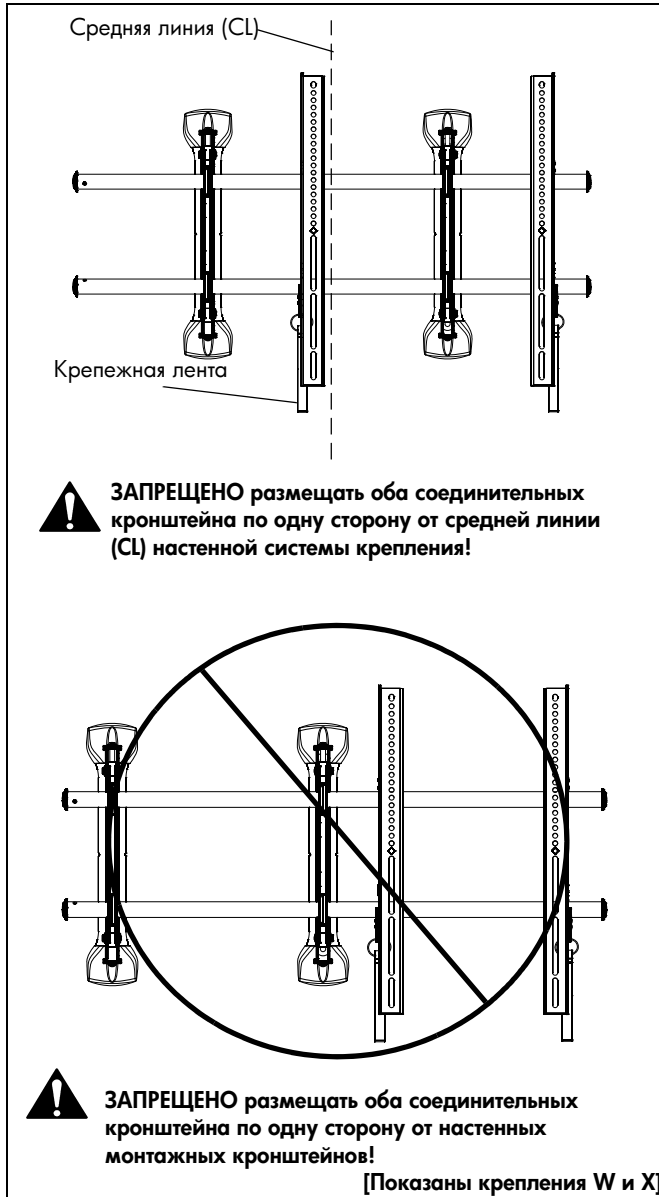

рис. 8
2. Отрегулируйте длину крепежной ленты Velcro® (при необходимости) так, чтобы она не выступала за нижний край экрана. (См. рис. 8)
**ПРИМЕЧАНИЕ.** ЗАПРЕЩЕНО размещать оба соединительных кронштейна (W и X или Y и Z) по одну сторону от настенного монтажного кронштейна. (См. рис. 8)
**ПРИМЕЧАНИЕ.** НИКОГДА не размещайте оба соединительных кронштейна (W и X или Y и Z) по одну сторону от средней линии настенной системы крепления! (См. рис. 8)